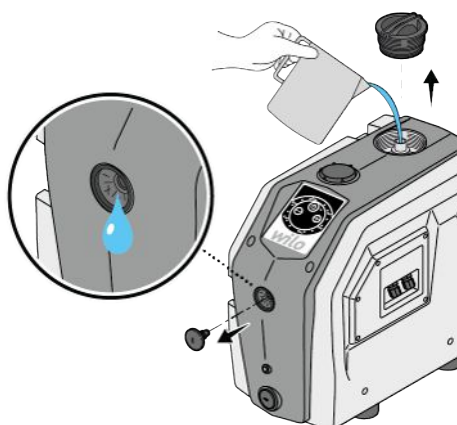

Fig. 9: Πλήρωση
- Γεμίστε το προϊόν με νερό (περίπου 1,5 L) μέχρι να αρχίσει να βγαίνει νερό από το άνοιγμα αερισμού (Fig. 9).